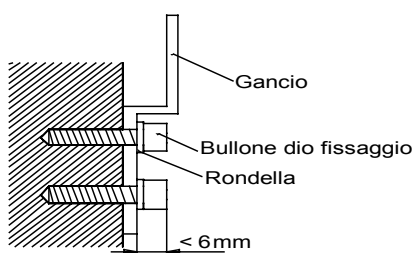

Fig. 5-13
- (3) Incastrare sulla parete le flangie o bulloni di sostegno. (Fig. 5-13)